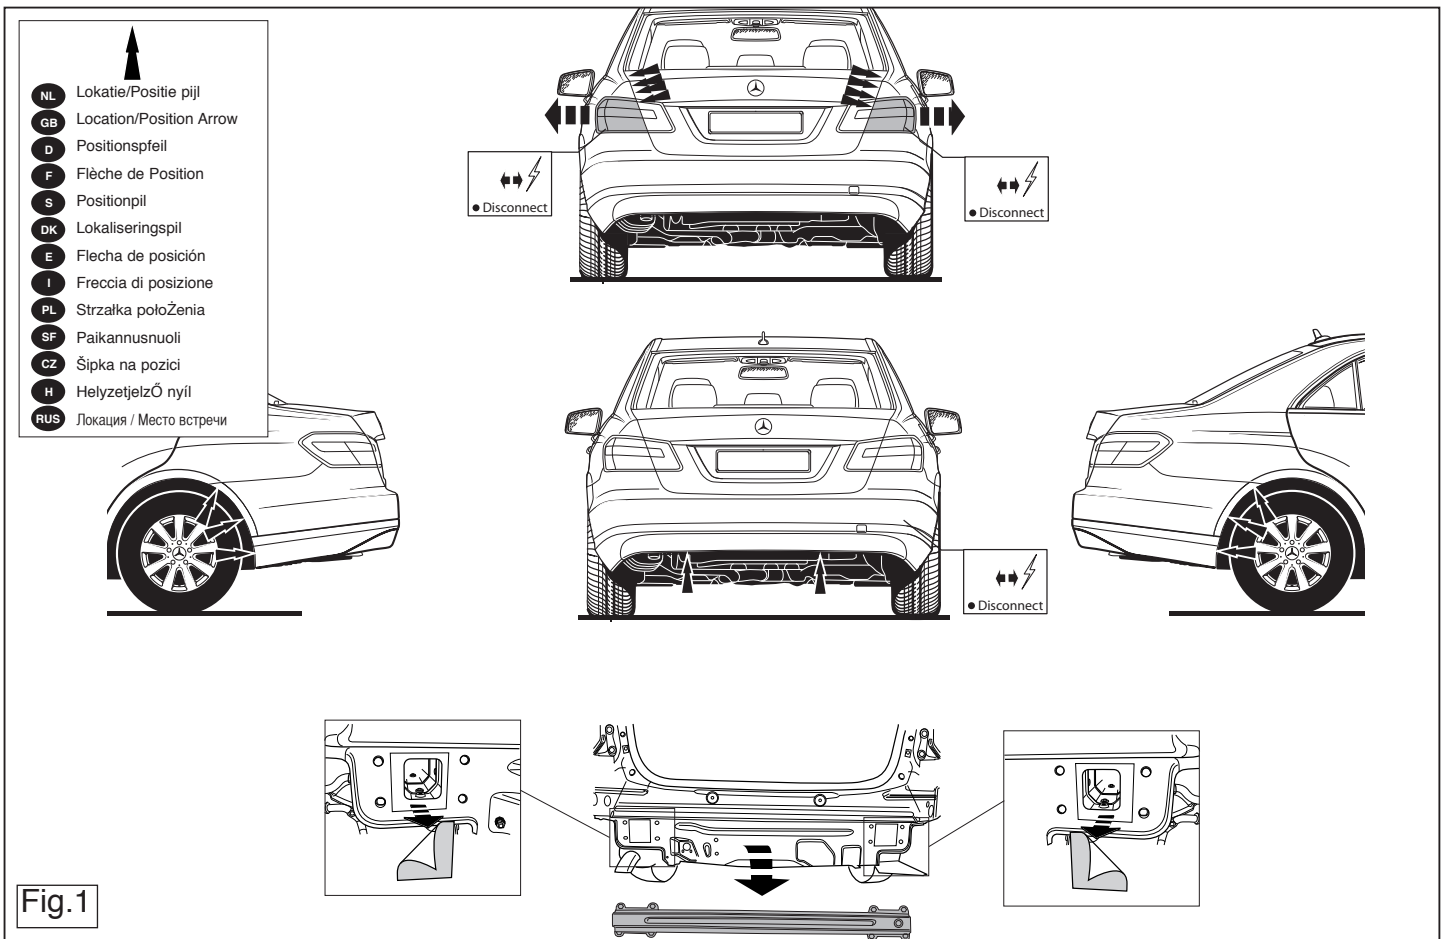

Fig.1
2. Remove the bumper and the steel buffer beam from the vehicle. The buffer beam will no longer be needed. Remove the tape to the right and left. See figure 1.
2. Die Stoßstange einschließlich des stählernen Stoßbalkens vom Fahrzeug abmontieren. Der Stoßbalken wird nicht mehr benötigt. Tape links und rechts entfernen. Siehe Abbildung 1.